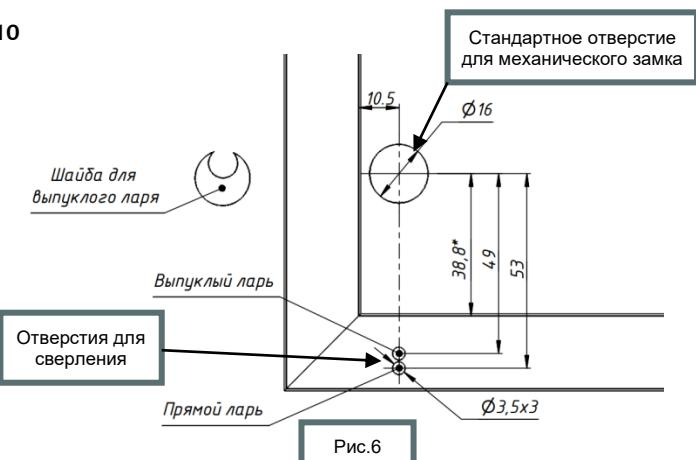
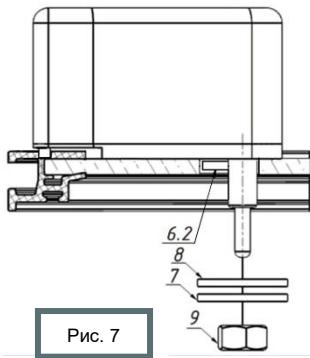

Рис.6
Рис. 7
2. Произвести разметку двери согласно Рис.6.
4. Установить ригель замка в стандартное отверстие на стекле двери, установив выступ на нижней поверхности ригеля в просверленное отверстие пластикового обрамления (Рис. 7).
Для выпуклого ларя: надеть на ригель прокладку 8, затем шайбу 7 и зафиксировать их гайкой 9 (см Рис.7). Надетая на ригель эксцентриковая шайба 6.2 должна быть ориентирована согласно Рис.6.